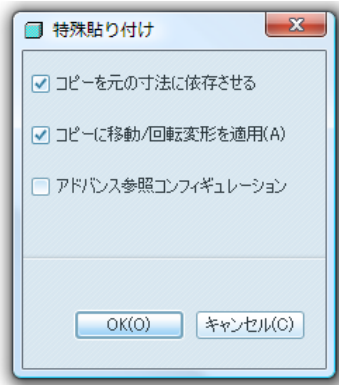

図 13-30 貼り付けの選択
- 再度「編集」を選択し、図 13-30 に示すように「特殊貼り付け」を選択する。